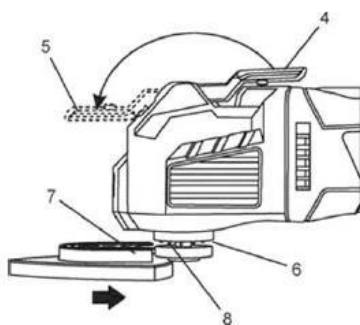

Fig. 2
2. Rabatați cât mai mult (5) pârghia de susținere a suportului pentru accesoriile din afara uneltei (4) (fig. 2).